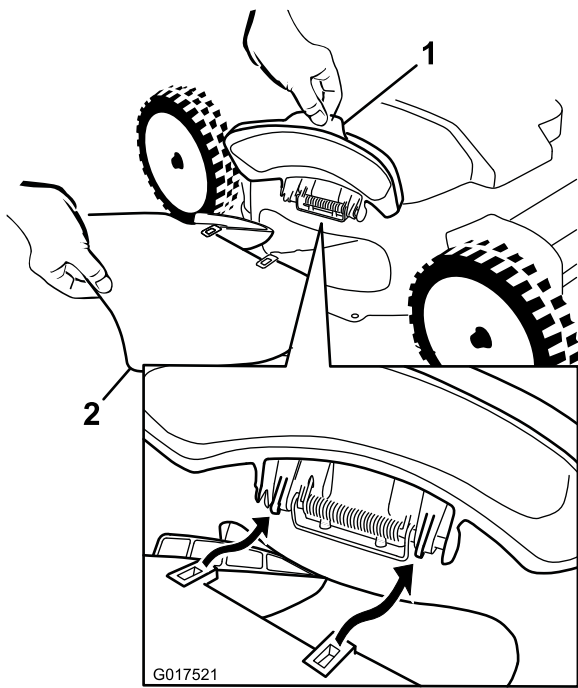
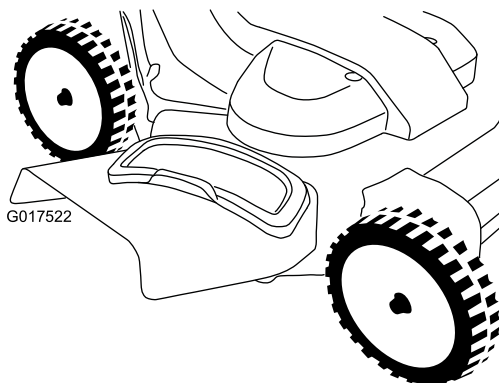

Bild 27
Bild 28
1. Öffnen Sie das Seitenauswurfablenkblech (Bild 27).
2. Befestigen Sie den Seitenauswurfkanal, wie in Bild 27 und Bild 28 dargestellt, und schließen Sie das Ablenkblech auf dem Auswurfkanal.